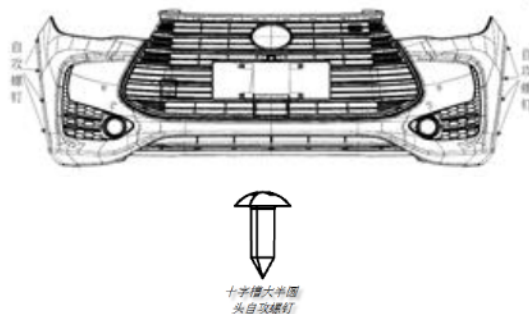

图 2-4 前保与挡泥板配合安装点拆卸
- (4) 用十字螺丝刀拆下前保险杠杠角处与前保险杠支架配合 2 个自攻螺钉以及与左右前轮挡泥板下部连接的 6 个自攻螺钉，如图 2-4 所示；